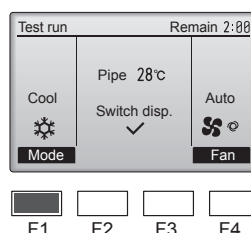

Fig. 7-3
- (1) Prima o botão [F1] para alterar o modo de funcionamento. (Fig. 7-3)